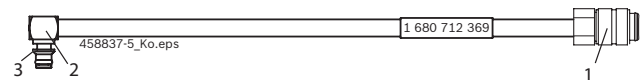

Abb. 1: Schlauchleitung 1 680 712 369
Die Schlauchleitung 1 680 712 369 wird mit dem Kupplungsadapter (Abb. 1, Pos. 2) an den Rücklaufanschluss des Siemens/VDO/Conti CRI Piezo angeschlossen. Der Kupplungsstempel (Abb. 1, Pos. 1) wird am Prüfanschluss für Rücklaufmenge am EPS 200 / 205 angeschlossen.
- Mit dem zentralen Hauptschalter auf der Gerätevorderseite (siehe Abb. 1, Pos. 6) EPS 200 / 205 einschalten.